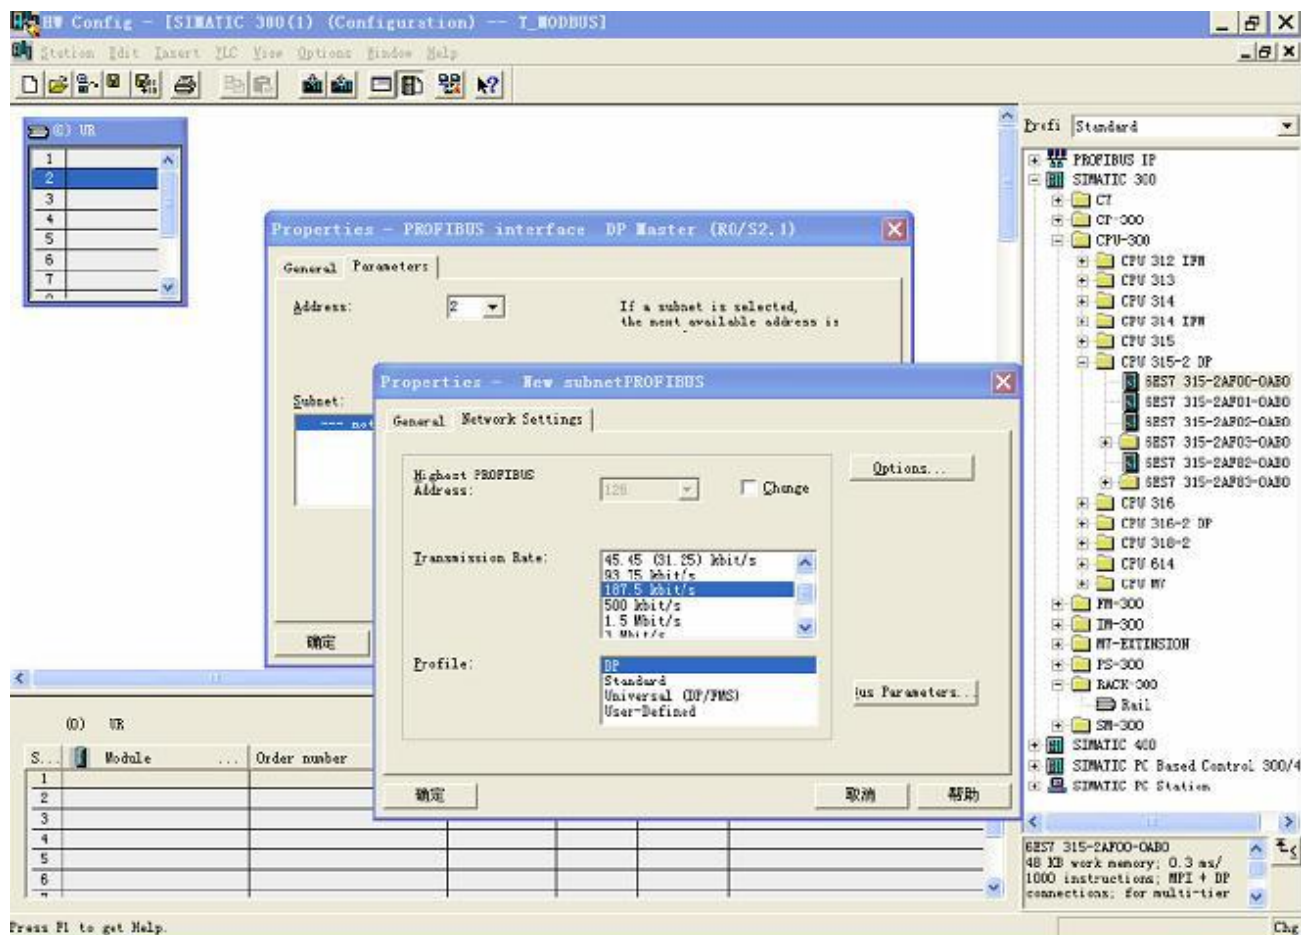

图 8
9. 创建 PROFIBUS-DP 网络, 设置 PROFIBUS-DP: New->Network settings, 选择 DP, 选择一个波特率如 187.5Kbps, 然后 “OK”。 双击它, 如图 8: